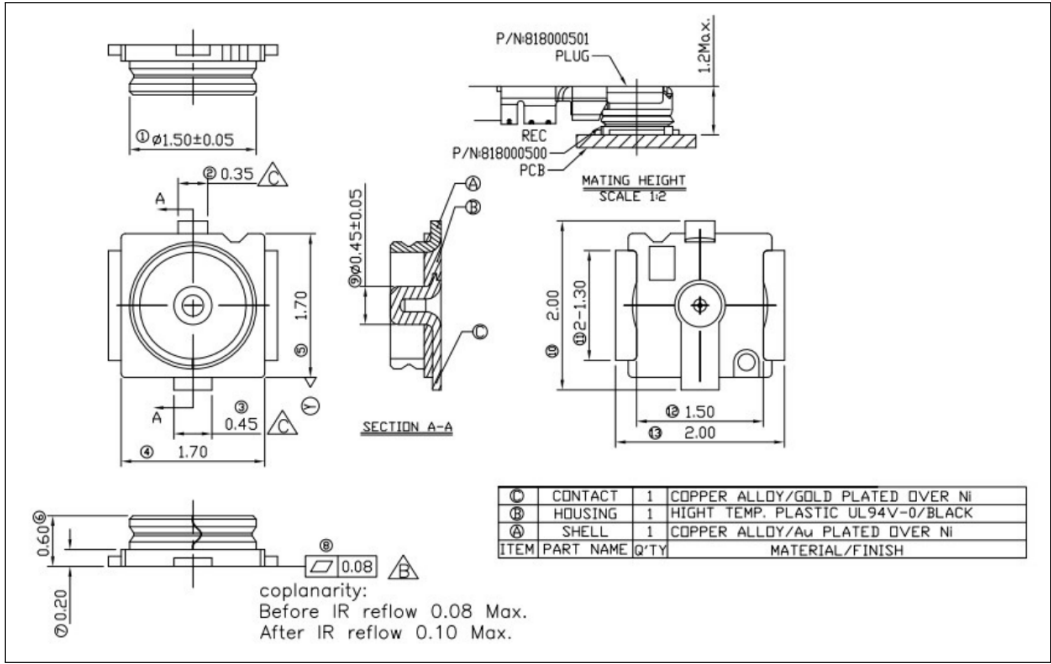

图 10-3. 外部天线连接器尺寸图
ESP32-C5-MINI-1U 采用图 10-3 外部天线连接器尺寸图 所示的第四代外部天线连接器，该连接器兼容：
- 接口规格与模组天线连接器接口匹配，参考图 10-3 外部天线连接器尺寸图